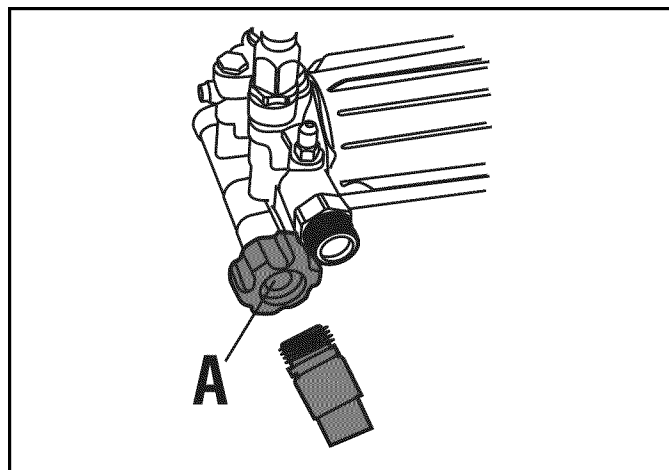

Figure 4-11. Inspecter le tamis de la prise d'eau
2. Avant de raccorder un tuyau d'arrosage à la prise d'eau, inspectez le tamis de la prise d'eau (A) (Figure 4-11). Nettoyez le tamis s'il contient des débris ou faites-le remplacer s'il est endommagé. **NE faites PAS fonctionner la laveuse à pression si le tamis de la prise d'eau est endommagé.**